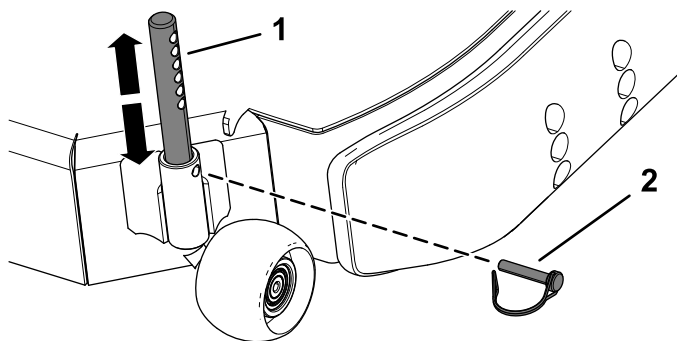

Figura 32
4. Togliete il perno di bloccaggio dal perno del rullo (Figura 32).
5. Spostate il perno del rullo verso l'alto o verso il basso alla posizione desiderata e fissatelo con il perno di bloccaggio (Figura 32).